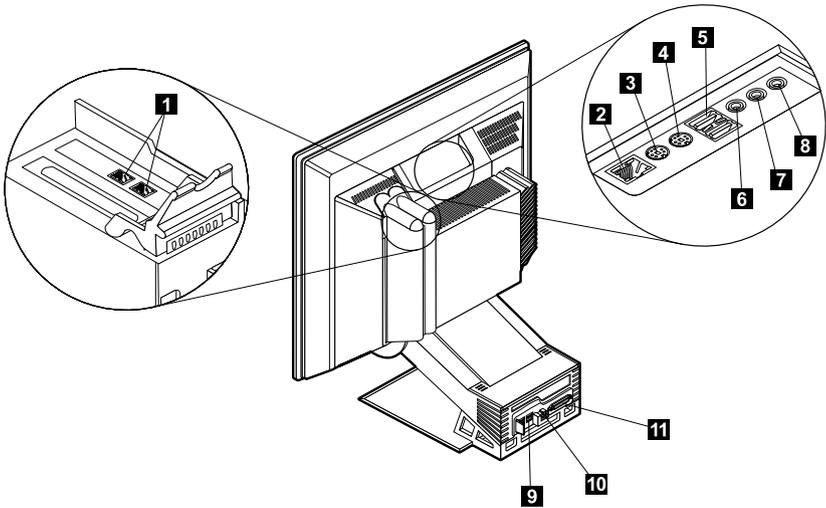

Figura 1. Connettori
- Collegare i cavi di alimentazione all'elaboratore **10** (vedere Figura 1) e alle altre periferiche prima di inserirli in una presa elettrica.